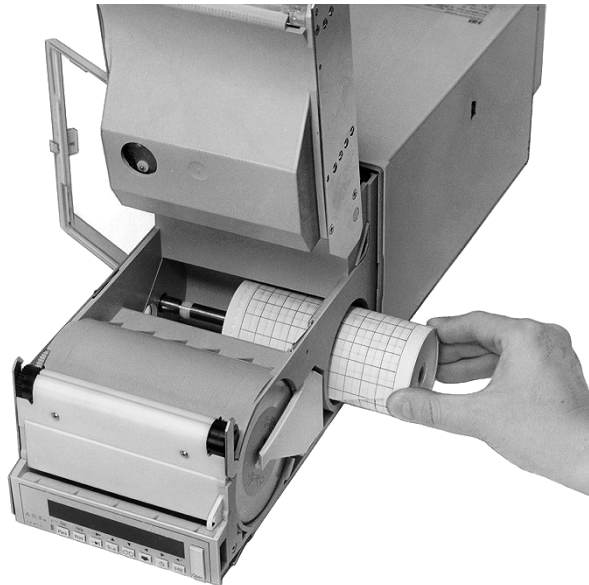

Bild 10
- (siehe Bild 6 ... Bild 10)
5. Rollstreifen seitlich einsetzen (siehe Bild 10).
10. Neuen Rollstreifen einsetzen (siehe Bild 10).